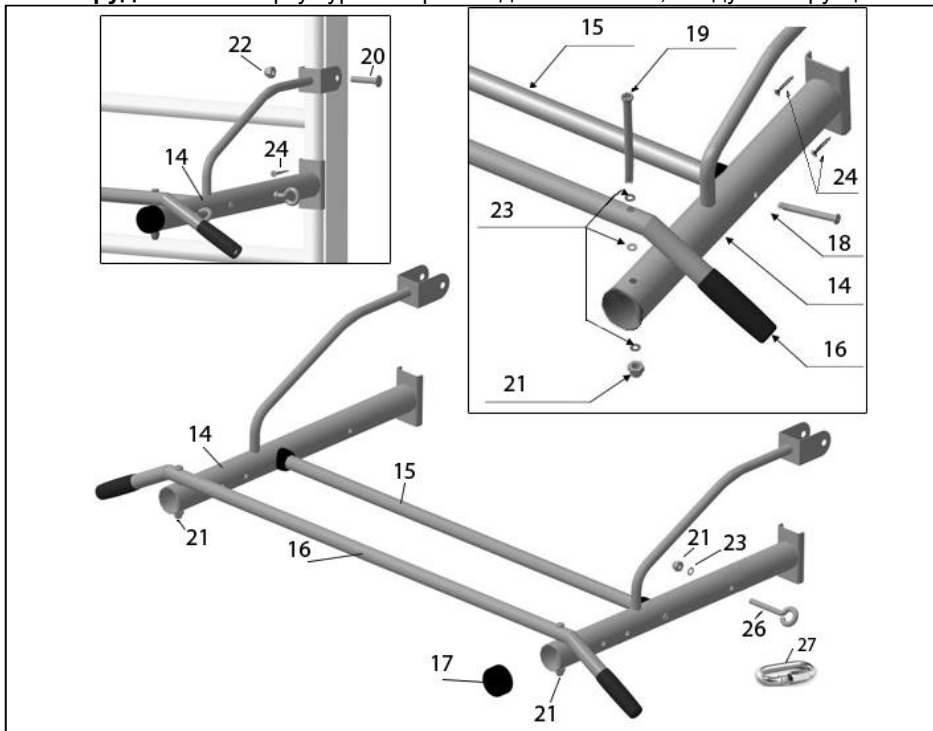

Рисунок 4
4.5.1 Соединить кронштейны (№14) и перекладину (№15) (рисунок 4) и закрепить между собой, используя прилагаемые винты (№18). Установить перекладину турника (№16) на кронштейнах (№14) и закрепить, используя винты (№19), шайбы (№23) и гайки (№21).